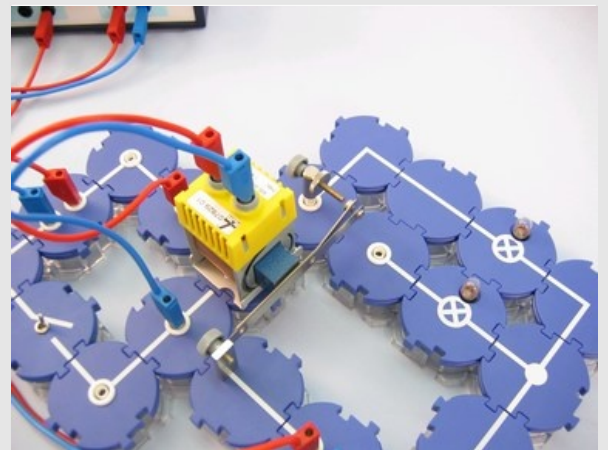

Figura 4
- Introducir el componente de contacto en el módulo de conexión 2 y, a continuación, sujetar el muelle de contacto en el soporte universal de forma que la armadura apunte al componente de contacto. A continuación, realizar un buen contacto con el tornillo del componente de contacto (véase la figura 4).